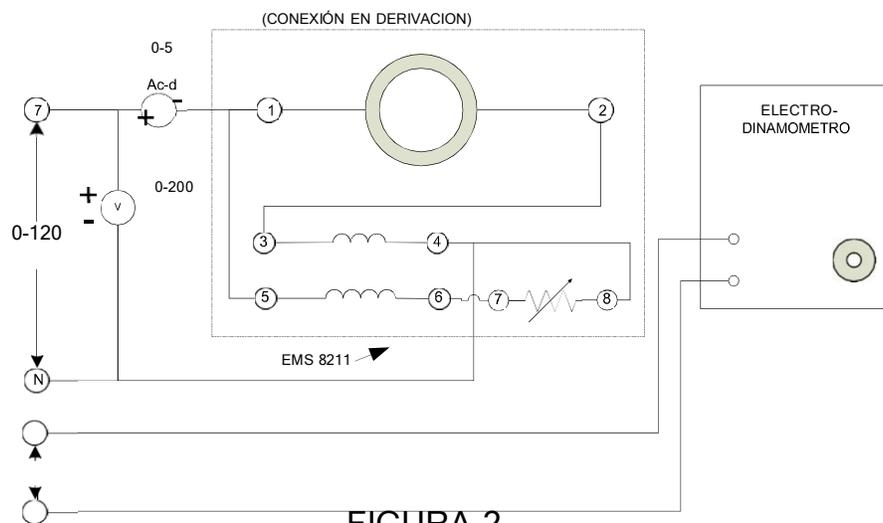

FIGURA 2
4.- El campo en derivación debe conectarse en serie con el reóstato y a las terminales 1 y 4, como se indica en la figura 2.